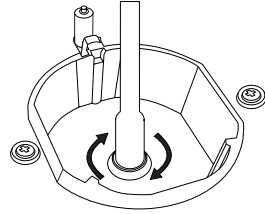

Abbildung 6
4. Demontieren Sie die Einspritzdüse, indem Sie sie nach rechts drehen, und tauschen Sie sie gegen eine neue, siehe Abbildung 6.